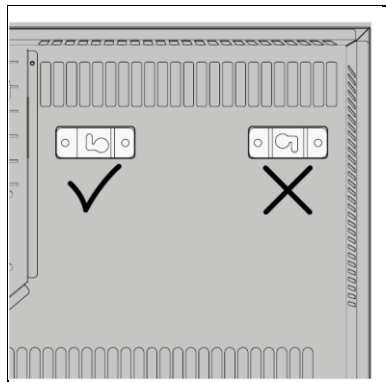
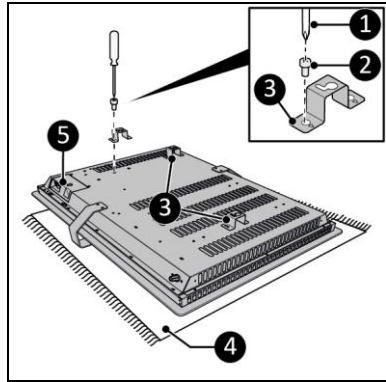

Abbildung 10
Abbildung 11
11. Bevor Sie die Halterungen am Gerät anbringen, überprüfen Sie noch einmal die Ausrichtung (Abbildung 10).
12. Legen Sie das Gerät auf eine stabile weiche Oberfläche (Abbildung 11, Pos. 4).
13. Schrauben Sie drei Halterungen (Abbildung 10, Pos. 1) auf beiden Seiten des Hauptkörpers (Abbildung 11, Pos. 5) mit einer kleinen Schraube (Abbildung 11, Pos. 2) mit einem Phillips Kreuzschlitzschraubendreher (Abbildung 11, Pos. 3) fest.